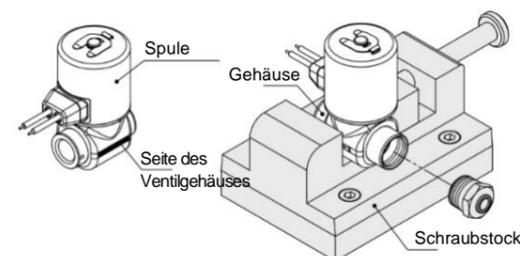

Abbildung 1. Beispiel des Einspannbereichs des Ventils
- Beim Anschluss von Rohrleitungen/Steckverbinder an das Ventil ist die Seite des Ventilgehäuses in einen Schraubstock o.ä. einzuspannen. Siehe Abbildung 1.